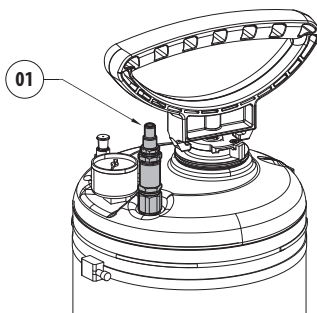

Fig. 26
Collegare il tubo dell'aria compressa sulla valvola di riempimento dell'aria compressa (01). Una volta generata la pressione desiderata rimuovere il tubo dell'aria compressa. (Fig. 26, pagina 17).